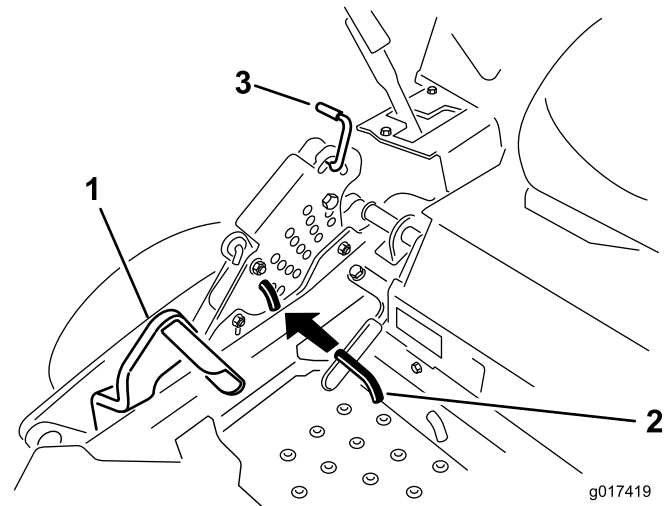

Figura 74
5. Empuje el pedal de elevación de la carcasa hacia delante del todo; la carcasa se enganchará en la posición de transporte de 14 cm (Figura 74).